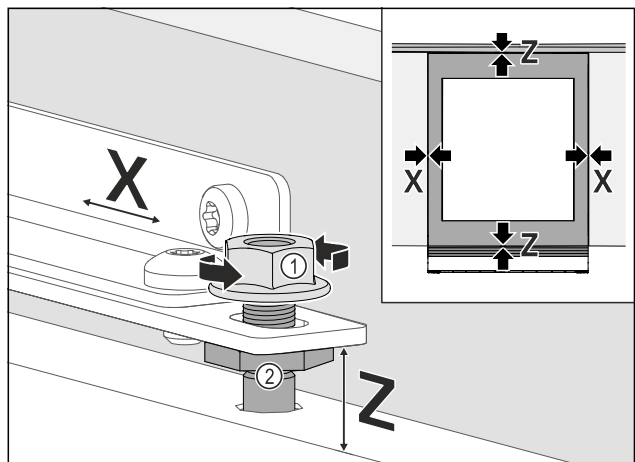

Fig. 94
- ▶ Nábytková dvířka vyrovnajte stranově: Uvolněte pojistné matice Fig. 94 (1), nábytková dvířka posuňte ve směru X.
- ▶ Pojistné matice Fig. 94 (1) dotáhněte.
- ▶ Nábytková dvířka vyrovnejte ve výšce **Z** a ve stranovém sklonu: Ustavovací čepy Fig. 94 (2) nastavte.